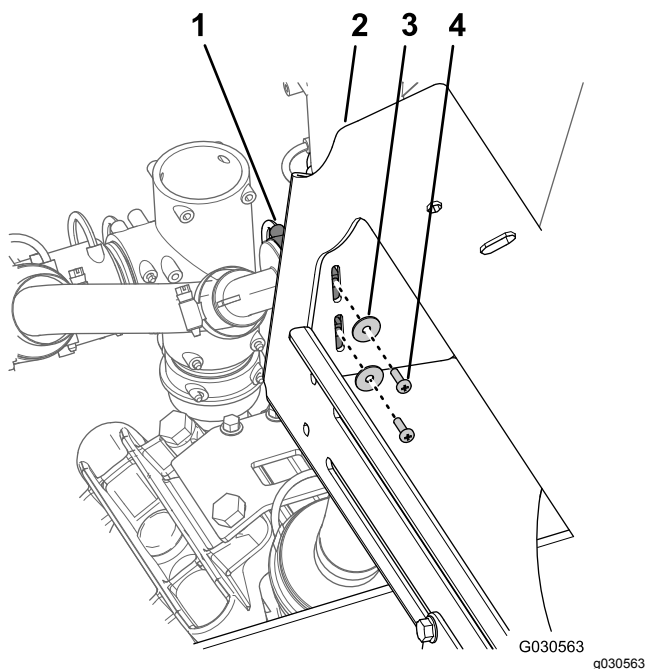

図 97
1. マニホルドマウントの左側にT字フィッティングを固定しているパンヘッドスクリュ#10 x 5/8" 2本とワッシャ#102枚を取り外す 図 97。